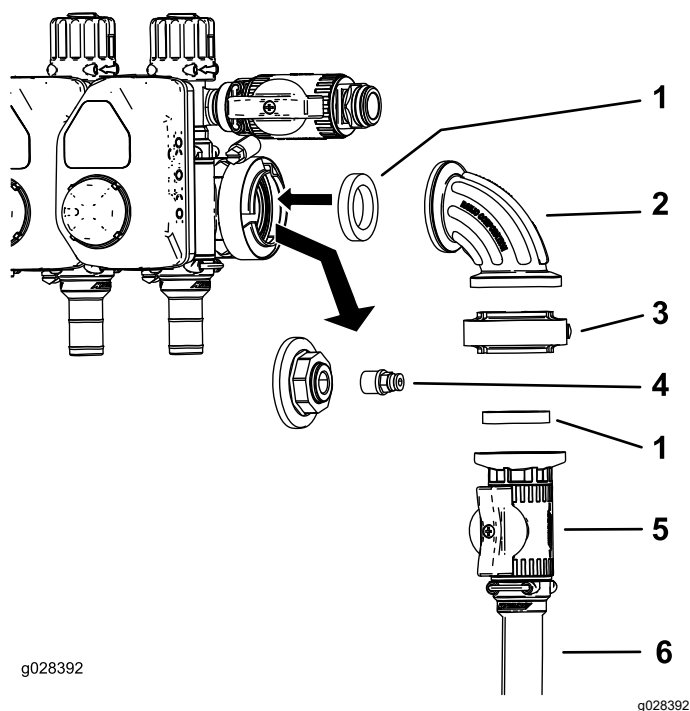
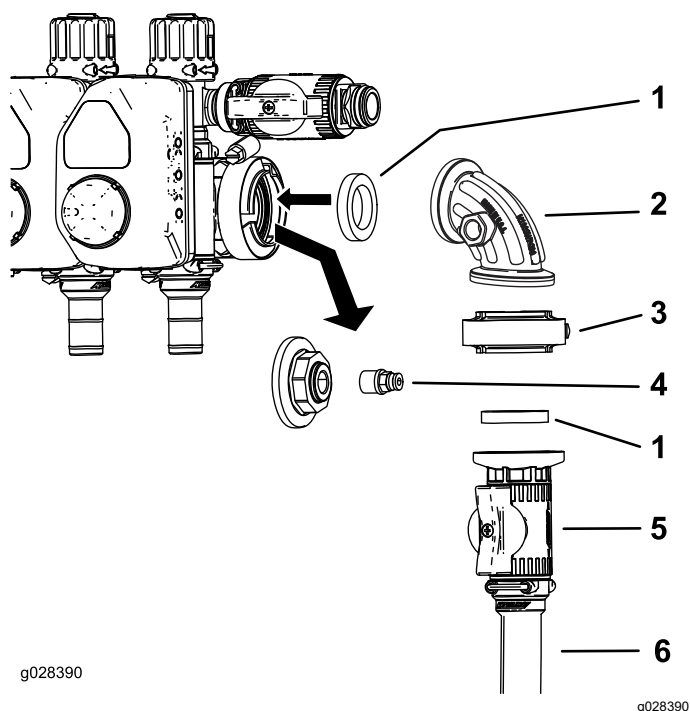

Figure 7
Figure 8
1. Détachez le collier à bride qui fixe le bouchon d'extrémité et le raccord à la prise du manomètre (Figure 7 ou Figure 8).
- Déposez le raccord du bouchon d'extrémité (Figure 7 et Figure 8).
- Montez la vanne de commande comme montré à la Figure 7 ou Figure 8.
- Insérez le coupleur dans l'orifice libre du raccord à 90 degrés (Figure 7 ou Figure 8).
Remarque: La prise dans le côté du raccord à 90 degrés du Multi Pro 1750 et du Multi Pro WM se trouve à l'avant (non représenté) du raccord (Figure 7).
- Raccordez le flexible d'alimentation du dévidoir à la vanne de commande au moyen d'un collier (Figure 7 ou Figure 8).